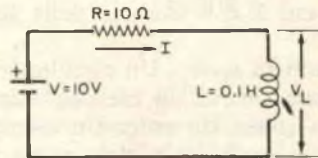

Fig. 5
Esempio 3 - Con riferimento alla fig. 5, si determini la corrente I per (a) $t=0$ e per (b) $t = \infty$. (c) Qual è la costante di tempo del circuito? Soluzione: (a) $I(0) = 0$. (b) $I(\infty) = V/R = 10/10 = 1$ A. (c) $T = L/R = 0,1/10 = 0,01$ sec = 10 msec.
Esempio 4 - Per il circuito della fig. 5, si trovi la tensione ai capi dell'induttore per (a) $t=0$ e per (b) $t = \infty$. Soluzione: (a) poiché l'induttore si comporta come un circuito aperto per $t=0$, $V_L(0) = 10$ V. (b) Poiché l'induttore si comporta come un cortocircuito in stato costante, $V_L(\infty) = 0$.
D) Funzioni di tempo - Per tempi tra $t=0$ e $t = \infty$, la corrente e la tensione per il circuito della fig. 5 possono essere espresse come funzioni del tempo da: $i(t) = (V/R) (1 - e^{-tR/L})$ e $v_L(t) = V e^{-tR/L}$.